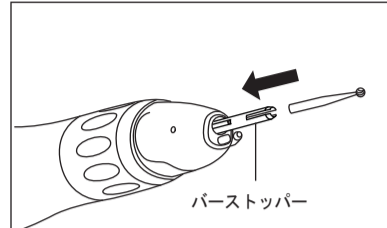

図3
- 2) 付属のバーストッパーをチャックに挿し込みます。(図3)